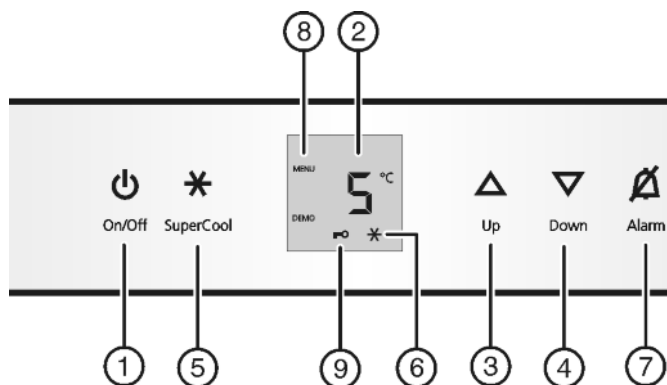

Fig. 2
- Stiskněte tlačítko On/Off Fig. 2 (1).
▶ Zapnutí režimu nastavení: Stiskněte tlačítko SuperCool Fig. 2 (5) asi na 5 sekund.
▶ Pro zapnutí dětské pojistky krátce stiskněte tlačítko SuperCool Fig. 2 (5).
▶ Pro vypnutí dětské pojistky krátce stiskněte tlačítko SuperCool Fig. 2 (5).
▷ Symbol dětské pojistky Fig. 2 (9) svítí. Na displeji bliká **c**.
▷ Symbol dětské pojistky Fig. 2 (9) zhasne. Na displeji bliká **c**.
▶ Ukončení režimu nastavení: Stiskněte tlačítko On/Off Fig. 2 (1).
▶ Stiskněte tlačítko Alarm Fig. 2 (7).
▶ Nastavení vyšší teploty: Stiskněte seřizovací tlačítko Up Fig. 2 (3).
▶ Nastavení nižší teploty: Stiskněte seřizovací tlačítko Down Fig. 2 (4).
▶ Krátce stiskněte tlačítko SuperCool Fig. 2 (5).
▷ Symbol SuperCool Fig. 2 (6) na ukazateli svítí.
▷ Symbol SuperCool Fig. 2 (6) na ukazateli zhasne.